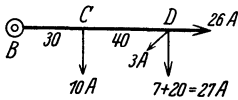

Abb. 267a. Erläuterung zu Aufgabe 330.
Zur Berechnung der Leitung  $\overline{DH}$  ist die Kenntnis des zulässigen Spannungsverlustes in  $\overline{DH}$  erforderlich, denn wir wissen nur, daß von  $B$  bis  $H$   $6 \text{ V}$  verlorengehen dürfen. Wir berechnen also zunächst den Spannungsverlust in der Leitung  $\overline{BD}$ . Zu dem Zweck untersuchen wir, welcher Strom in  $\overline{BD}$  fließt. Offenbar ist dies der in  $C$  gebrauchte Strom von  $10 \text{ A}$ , der in  $D$  gebrauchte  $3 \text{ A} +$  dem Strom, der in den Leitungen  $\overline{DG}$  und  $\overline{DE}$ , d. i.  $27 + 26$ , also  $56 \text{ A}$ , fließt. Die Belastung des Punktes  $D$  beträgt also  $56 \text{ A}$ , wobei jetzt die Leitungen  $\overline{DH}$  und  $\overline{DF}$  fortgelassen werden können, man erhält hierdurch Abb. 267a und für diese ist nach (IV)